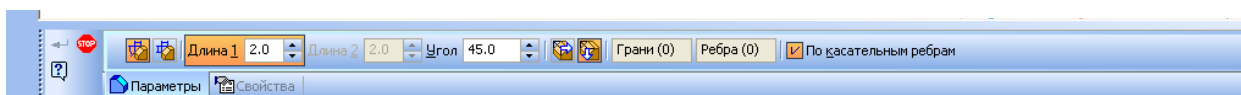

Рисунок 60
- на панели свойств задайте параметры фаски длина 2, угол  $45^\circ$  (рисунок 60)